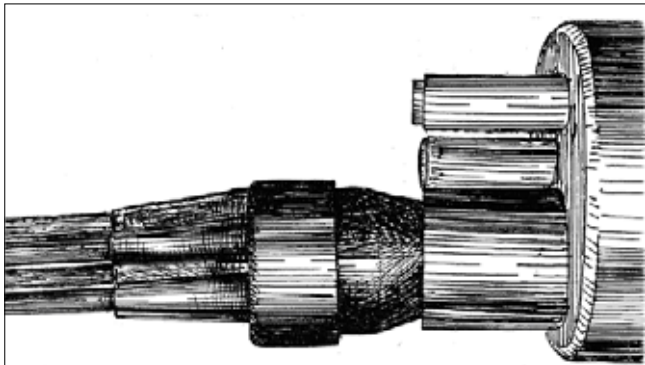

Рис. 3.16. Подготовка кабельного ввода к герметизации
3.8.3. Полиэтиленовый корпус узкой цилиндрической частью вводят в овальный патрубок (Рис. 3.16.).